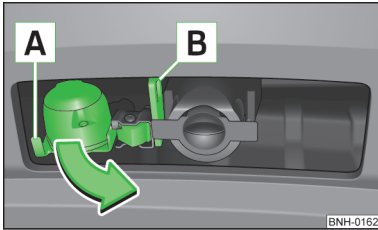

Abb. 108
- Die 13-polige Steckdose am Griff **A** fassen und in Pfeilrichtung ausschwenken » Abb. 108.
- Die 13-polige Steckdose am Griff **A** fassen und entgegen der Pfeilrichtung einschwenken » Abb. 108.
Die Sicherungsöse **B** » Abb. 108 dient zum Einhängen des Abreißseils des Anhängers.